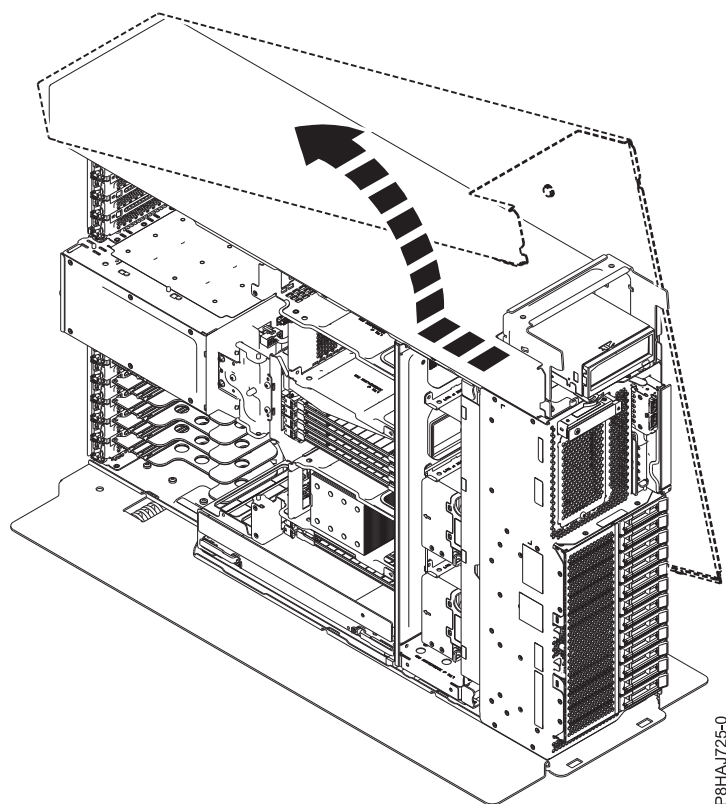

Figura 13. Extracció de la coberta lateral model 8286-41A
5. Feu lliscar la coberta lateral fins que surti del sistema en la direcció que es mostra a la Figura 13.